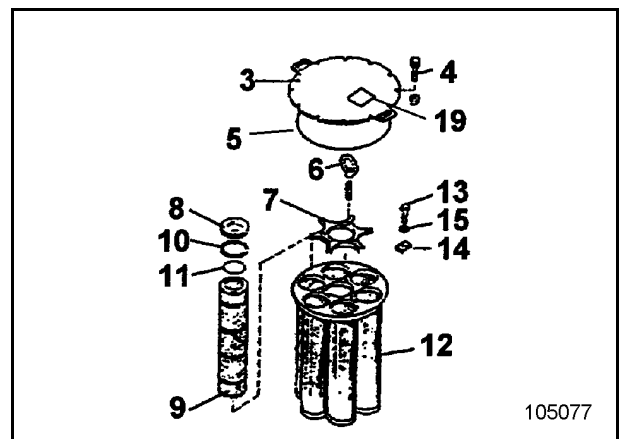

Fig. 3-89:
- Remove cap (3, Fig. 3-89):..